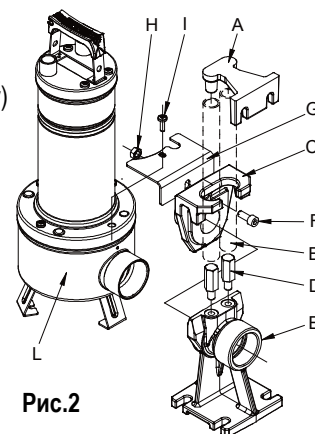

Рис.2
Для стаціонарної установки рекомендується використовувати підйомний механізм DSD2 (постачається на замовлення – **Рис.2**) для полегшення виконання технічного обслуговування електронасоса. Цей механізм встановлюється між напірним отвором електронасоса та трубопроводом, і в процесі технічного обслуговування допомагає уникнути знімання напірного трубопроводу. Механізм DSD2 складається з 8 частин, плюс одна, яка не входить в комплект (труби 3/4"):
Опора встановлюється на дно та прикріплюється розширювальними гвинтами, відповідного розміру. Кріпильна скоба для труб розташовується у верхній частині колодезю та вставляється з кінця двох труб 3/4 \"(не входять в комплект), які виконують роль жолоба. Дві труби з'єднують скобу з опорою. З'єднати скобу підстави з фільтром насоса поруч з напірним отвором, закріплюючи її двома гвинтами, передбаченими для блокування кришки фільтра. Вийняти верхній болт з фланця з нагнітальної сторони (I). Встановити блокувальну скобу проти обертання (G). Повернути болт на місце (I). Зняти супорт з сполучної ніжки та з'єднати його з нагнітальним отвором насоса. За допомогою болта F і гайки H прикріпити супорт до насоса, як показано на схемі. Встановити вузол супорт / насос на ніжку (Рис.2).